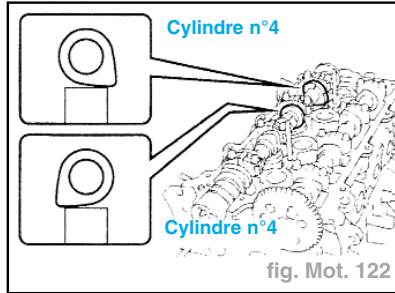

fig. Mot. 122
- Faire tourner l'arbre à cames de sorte que les bossages de cames des cylindres n°3 et n°4 utilisant la portion hexagonale de l'arbre soient orientés comme indiqué sur l'illustration (fig. Mot. 122).